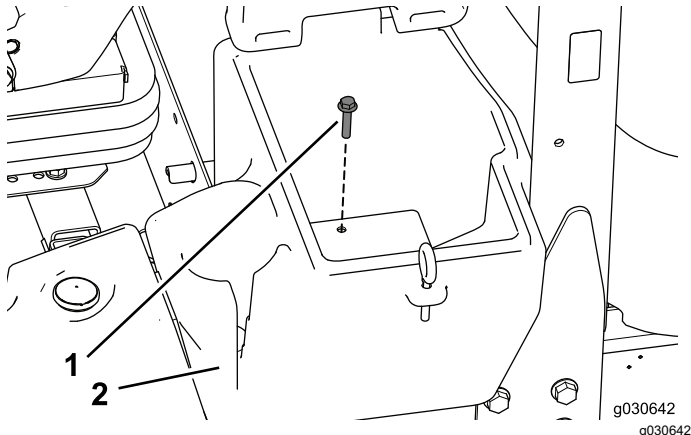

Bild 3
1. Entfernen und bewahren Sie die Schraube auf, mit denen das Ablagefach an der linken Seite der Maschine befestigt ist (Bild 3).